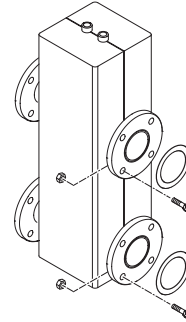

Fig. 8
1.11 COMPENSADOR HIDRÁULICO CÓD. 8101552 PARA "MURELLE EQUIPE 220-330" (debe solicitarse por separado) (fig. 8)